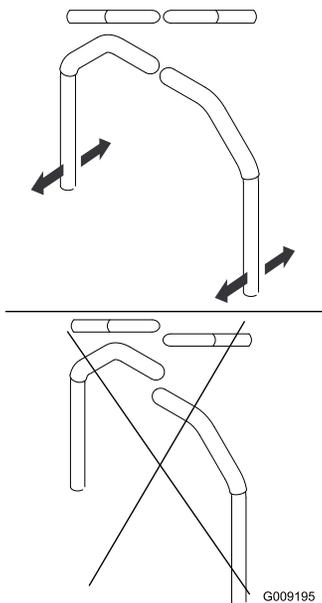

Figure 84
4. Réglez l'alignement avant/arrière des leviers en les plaçant simultanément à la position **POINT mort** puis faites-les coulisser jusqu'à ce qu'ils soient alignés, puis serrez les boulons (Figure 84).